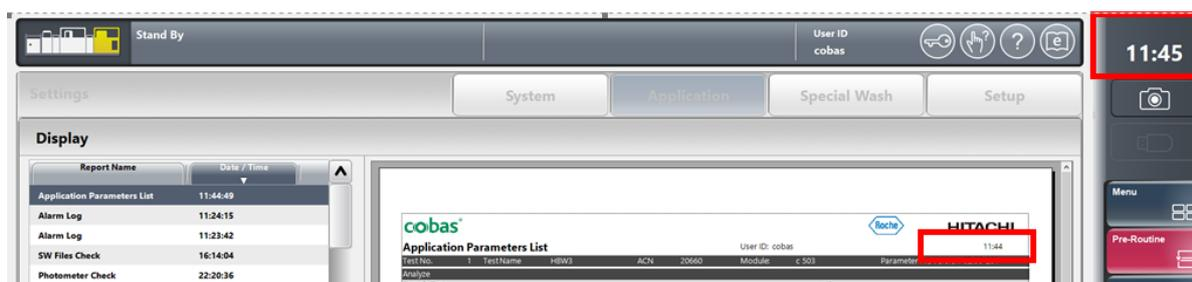

Abbildung 3: Fehlende Datumsanzeige
3. Fehlende Datumsanzeige (vgl. rote Kästchen in Abb. 3).
Prüfen Sie, bevor Sie „Start“ wählen, bzw. mindestens einmal täglich, ob das Datum angezeigt wird (vgl. rote Kästchen in Abb. 3). Wird das Datum nicht angezeigt, könnte das Gerät von einem Softwareproblem betroffen sein.